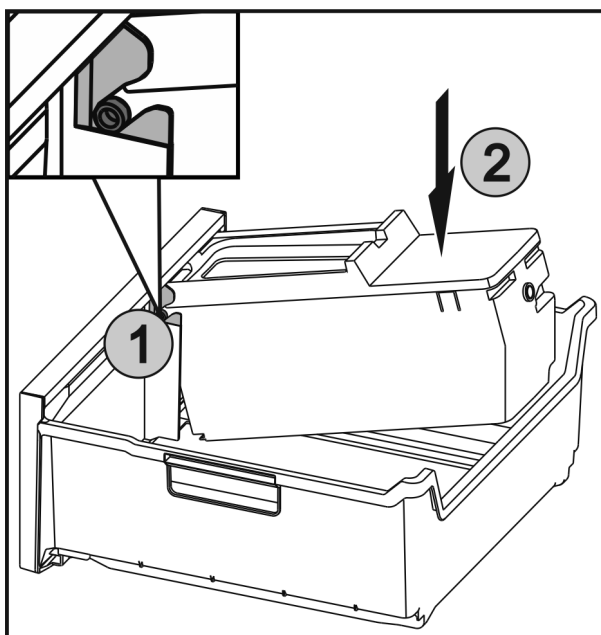

Fig. 44
- Inserire gli assi Fig. 44 (1) di EasyTwist-Ice nelle guide e premere la parte posteriore Fig. 44 (2) finché la linguetta non si innesta.